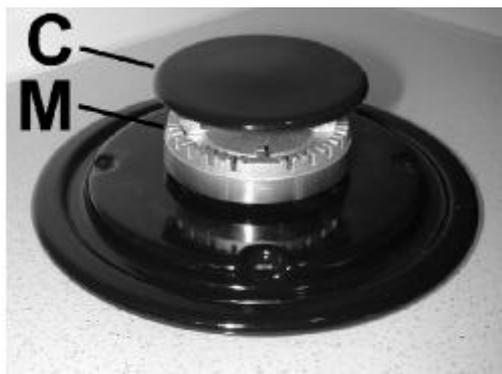

Рис.6
Чтобы сохранить блеск стеклянной поверхности варочной панели, необходимо после каждого употребления помыть варочную панель теплой водой с добавлением моющего средства, а затем сполоснуть и вытереть. Таким же образом нужно очищать эмалированные решетки, эмалированные крышки конфорок «С», корону горелки и кольца стабилизации пламени «М» (см. рис.6).
- Убедитесь, что прорези в головке конфорки «М» (рис.6) не засорены.***
- Убедитесь, что эмалированная крышка конфорки «С» (рис.6) правильно размещена на головке конфорки. Она не должна смещаться.***